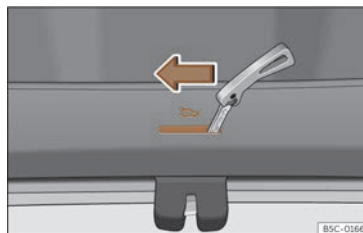

Fig. 79 Détail du coffre à bagages : déverrouillage d'urgence.
- Introduisez le panneton de la clé dans la rainure et déplacez la clé dans le sens de la flèche jusqu'à ce que vous déverrouilliez la serrure >>> **fig. 79**.